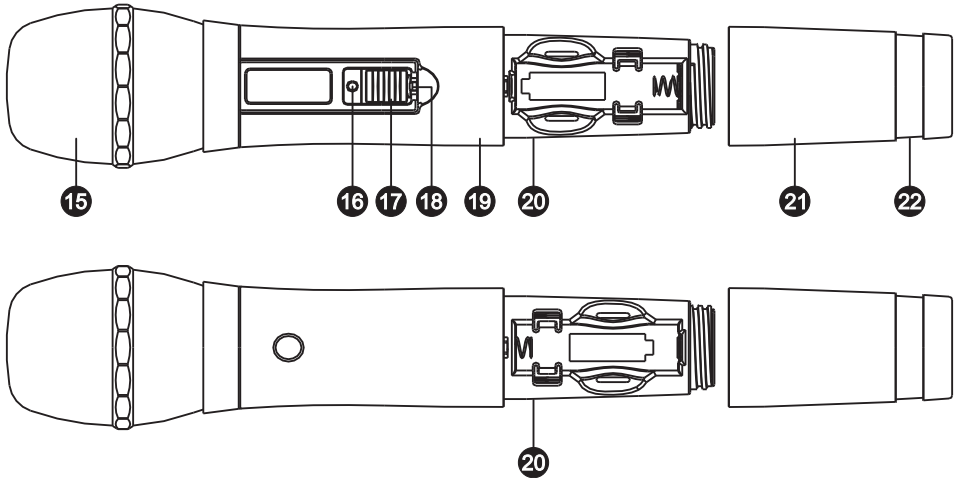

Fig. 6
V. MH-80 Part Names, Fig. 6
IX. MT-801 | MT-801a Part Names, Fig. 6